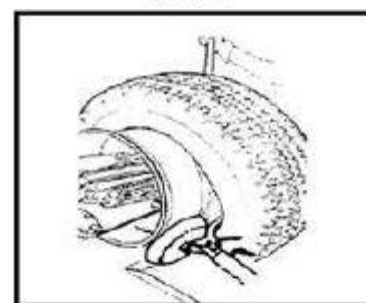

Рис. 11
- Вращайте колесо против часовой стрелки до полного отрыва борта шины от обода (рис.11).